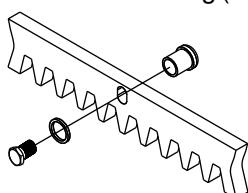

Fig. 8
6.2. Fixer à chaque élément de la crémaillère les cliquets de support à l'aide des vis de blocage qui doivent être positionnées sur la partie supérieure du trous oblong (Fig. 8);